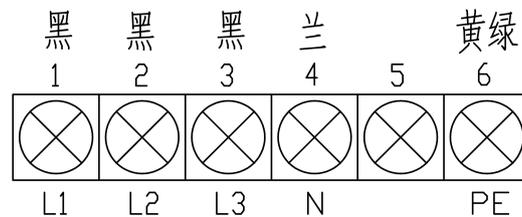

图 5
- 1、电源安装：请按铭牌提示电压、功率选择电源插座，选择 1.5mm² 或以上的电线接入**电控柜底部**的电源进线端子上，如图 5 所示。L1、L2、L3 表示 A、B、C 三相线(三相线为黑色)，N 为零线(零线为兰色)，PE 为地线(地线为黄绿线)。